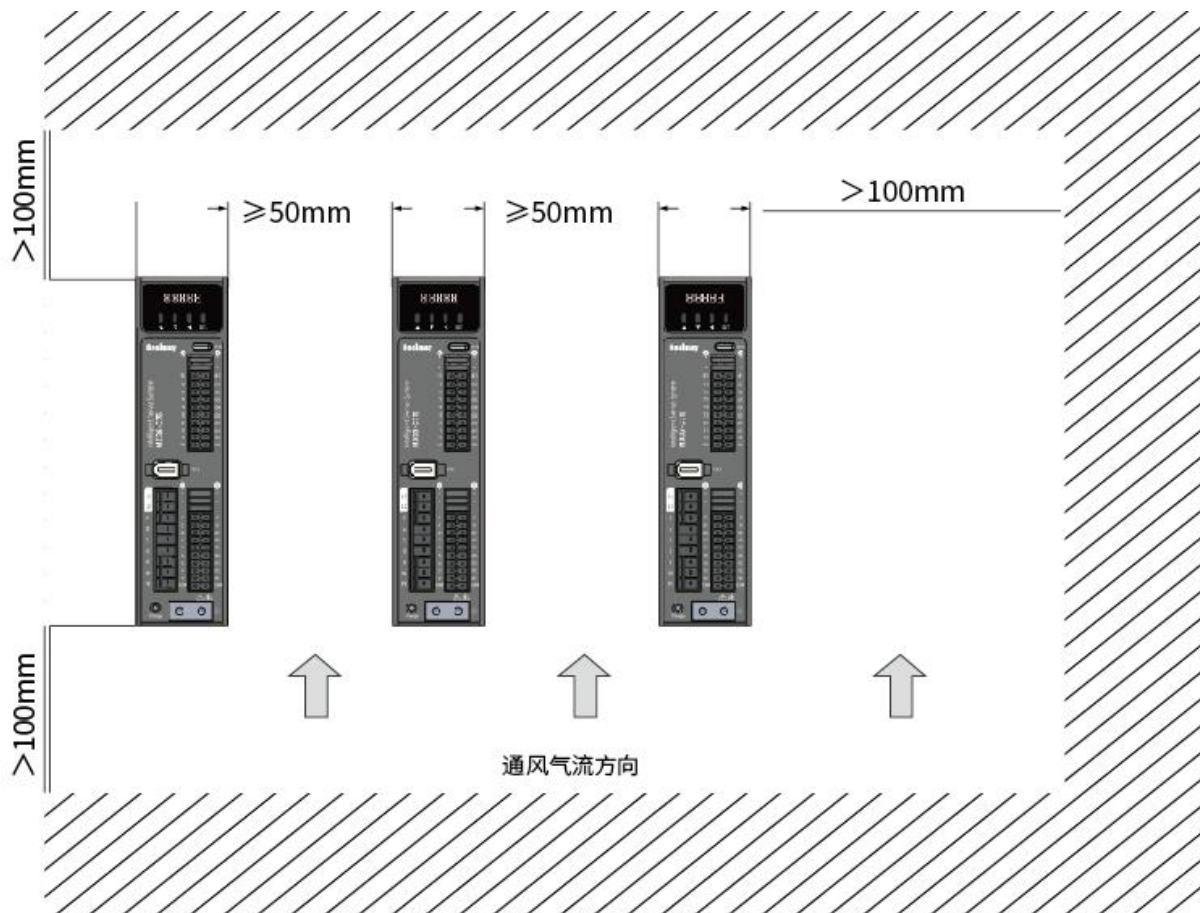

图 2.1 安装间隔
- 安装间隔：驱动器之间以及与其它设备间的安装间隔距离，请参考图 2.1，注意图上标明的是最小尺寸，为保证驱动器的使用性能和寿命，请尽可能地留有充分的安装间隔。